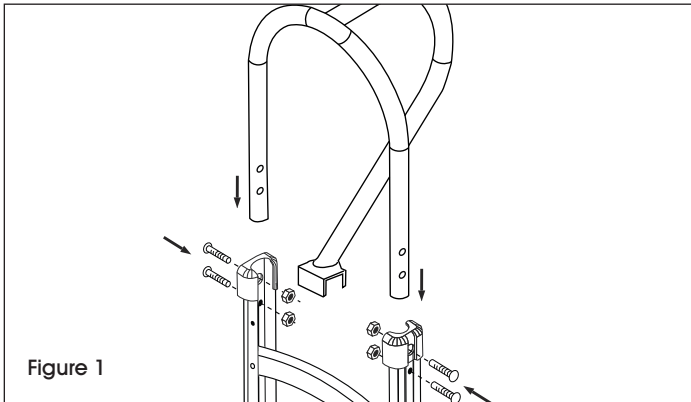

Figure 1
1. Insérez la poignée dans les glissières à l'extrémité supérieure du cadre. Alignez les trous de la poignée et du cadre. Insérez quatre boulons de 6 mm à travers le cadre et la poignée et fixez-les à l'aide des écrous freinés. (Voir Figure 1)